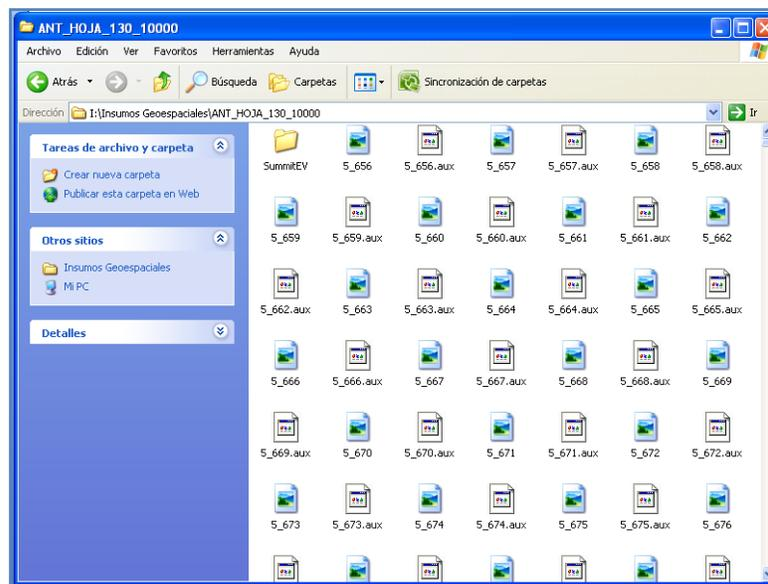

Figura 16. Visualización pares estereoscópicos
- Redireccione Image a la carpeta donde se encuentran guardadas los pares estereoscópicos del proyecto (I:\Insumos Geospaciales\Nombre-del\_Proyecto); de click en OK y nuevamente en OK; espere a que cargue la información de proyecto desde las nuevas rutas para que pueda visualizar los pares estereoscópicos del proyecto. (Ver Figura 16).